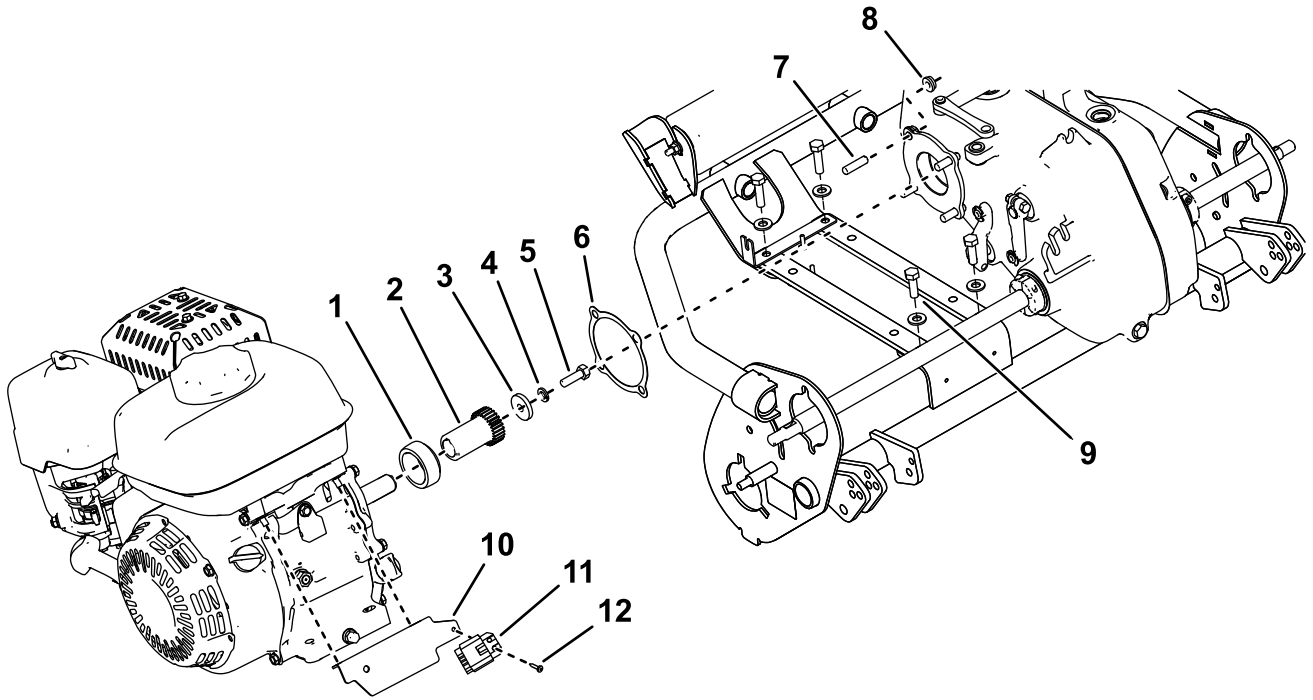

图 5
2. 卸下并保留将发动机安装到齿轮箱的螺母 图 5。
1. 将中等强度可清除防松螺纹油如蓝色 Loctite® 242 乐泰胶涂在 4 个固定螺丝的螺纹上然后将其安装到发动机上 图 5。
2. 将现有发动机输出轴组件安装到发动机 图 5。
3. 使用随附的自攻螺丝 图 5 将联锁模块安装到线束支架。